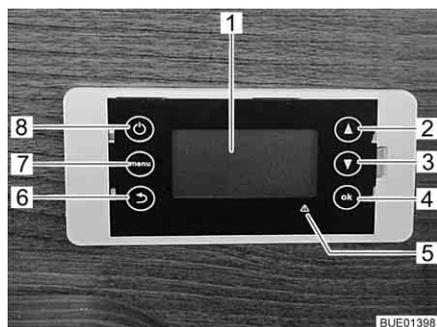

Fig. 139 Unité de commande de la pile à combustible
La pile à combustible se constitue de plusieurs composants qui sont intégrés dans le coffre arrière (Fig. 137), ainsi que d'une unité de commande (Fig. 139) situé dans l'espace habitable.
La pile à combustible recharge automatiquement les batteries de cellule quand la tension de ces batteries chute au-dessous de 12,3 V et quand la pile à combustible est mise en marche avec la touche Marche/Arrêt (Fig. 139,8).
- Unité de commande** L'écran (Fig. 139,1) de l'unité de commande comporte quatre lignes. La première ligne indique le mode de fonctionnement sélectionné :
- Dans les deux dernières lignes sont affichées des informations telles que tension de batterie, courant de charge et niveau de la cartouche de réservoir. La touche de menu (Fig. 139,7) permet d'accéder au menu principal :
- En cas de dérangement, l'indicateur rouge correspondant (Fig. 139,5) s'allume et un message apparaît à l'écran. Le message se compose d'un code d'erreur et de consignes permettant d'éliminer le dérangement. Réinitialiser le système une fois le dérangement éliminé.